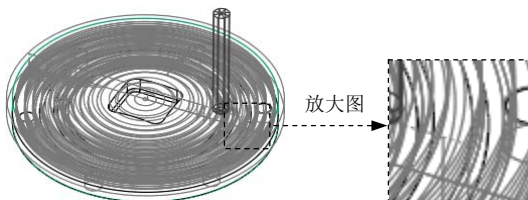

图 19.4.12 刀具路径
Step3. 单击“播放路径”对话框中的  按钮, 观测刀具的路径, 如图 19.4.12 所示。单击 ► CL 数据 栏可以打开窗口查看生成的 CL 数据, 如图 19.4.13 所示。